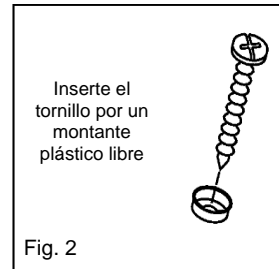

Fig. 2
4. Inserte los tornillos de montaje en las bases plásticas (Fig. 2).